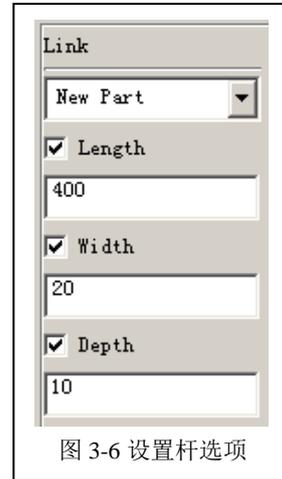
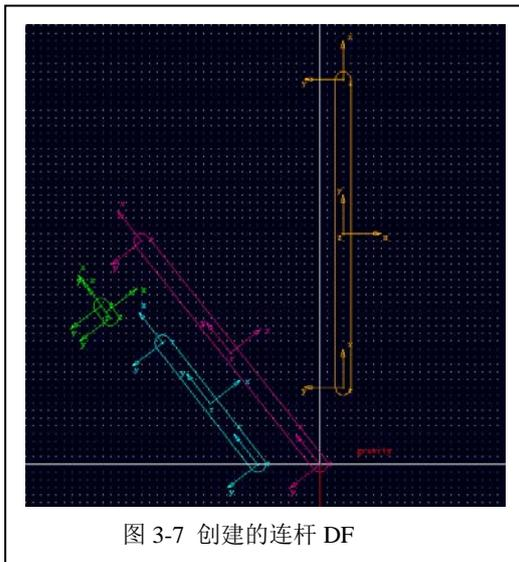

图 3-6 设置杆选项
图 3-7 创建的连杆 DF
3.4 在 ADAMS/View 零件库中选择连杆 (Link) 图标 ，参数选择如图 3-6 所示。在 ADAMS/View 工作窗口中，用鼠标左键在副曲柄上侧的区域任意选择一点 (本题中选择点 (30,100,0) mm)，并使连杆垂直向上，然后点击鼠标左键确定。连杆 DF (PART_5) 创建出来，如图 3-7 所示。